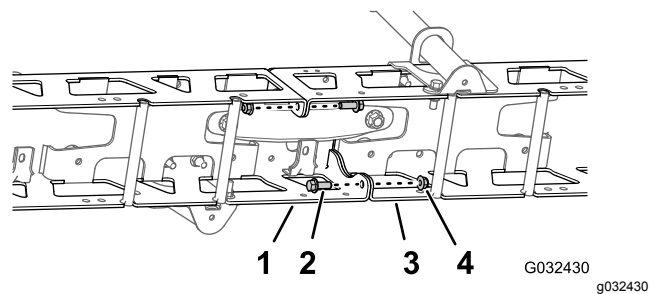

Figura 74
1. Retire os 2 parafusos de cabeça flangeada (3/8 x 1 pol.) e as 2 porcas de bloqueio (3/8 pol.) que prendem as flanges verticais das estruturas de armação esquerda e direita (Figura 74).